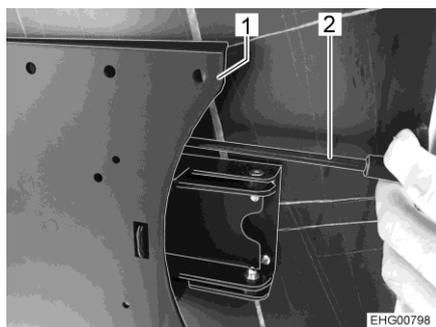

Fig. 81 Supporto a parete
- Tirare la leva di sbloccaggio (Fig. 81,2) e ruotare il supporto (Fig. 81,1) con lo schermo piatto nella posizione desiderata.